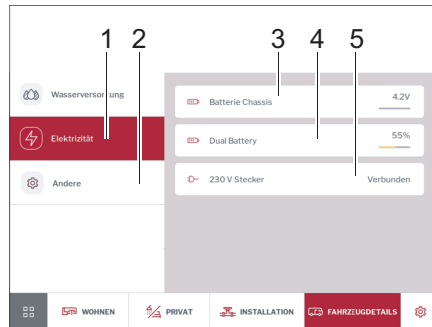

Fig. 279 Electricidad y temperatura interior
- Tocar en la opción *Electricidad* (Fig. 279,1). Se muestra el voltaje de la batería del vehículo (Fig. 279,3), el estado de carga de la batería de motor en % o la tensión de carga de la batería AGM en voltios (Fig. 279,4) y el estado de la alimentación de 230 V (Fig. 279,5).
- Tocar en la opción *Otros* (Fig. 279,2). Se muestra la temperatura interior.